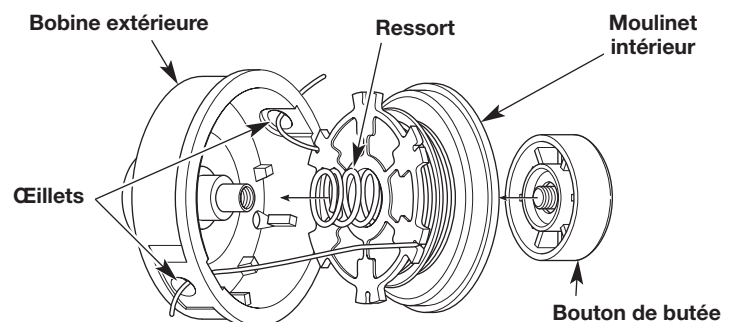

Fig. 16
1. Passez les deux extrémités du fil à travers les œillets situés sur la bobine extérieure. Placez le ressort à l'intérieur du moulinet. Insérez le moulinet dans la bobine extérieure. Poussez ensemble le moulinet et la bobine extérieure (Fig. 16).